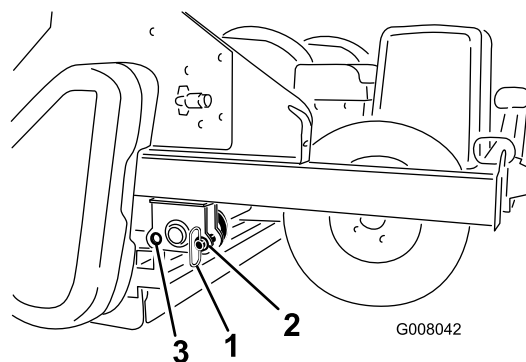

图15
14. 在操作中从前孔位置拔下存储销并将其插入后孔位置图15。